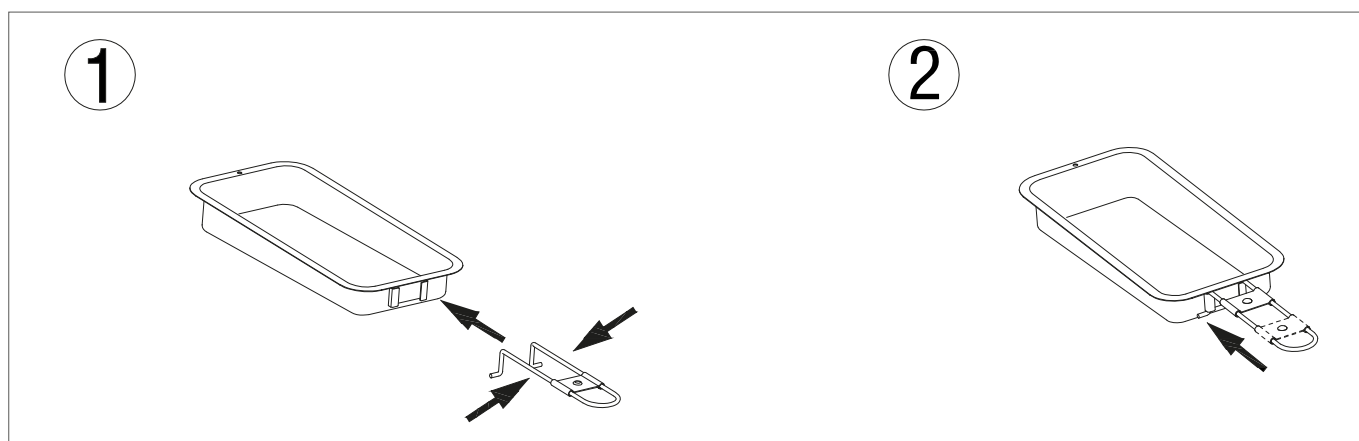

Bild 3
6. **VARNING:** Det uppsamlade, heta fett i uppsamlings-skålen kan fatta eld. Låt fett i uppsamlings-skålen först svalna av helt. Fettuppsamlings-skålen får endast tas i med hjälp av medföljande handtag (se bild 3)!
5. **VARNING:** Det uppsamlade, heta fett i uppsamlings-skålen kan fatta eld. Låt fett i uppsamlings-skålen först svalna av helt. Fettuppsamlings-skålen får endast fattas tag i med hjälp av (se bild 3)!
7. **VARNING:** Det uppsamlade heta fettet i uppsamlings-skålen kan fatta eld. Låt fettet i uppsamlings-skålen först svalna av helt. Fettuppsamlings-skålen får endast fattas tag i med hjälp medföljande handtag (**se bild 3**)!